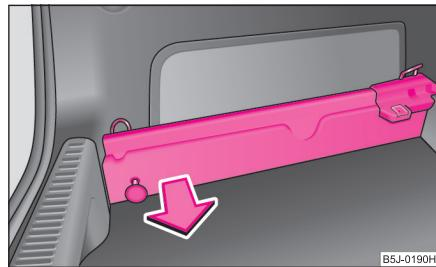

Abb. 7 Gepäckraum: Tragschienen herausnehmen
- Fassen Sie die Tragschiene (A) \Rightarrow Abb. 7 und nehmen Sie diese durch Ziehen in Pfeilrichtung heraus. Beim Ausbauen der Tragschiene auf der anderen Seite des Gepäckraums gehen Sie auf gleiche Weise vor. ►